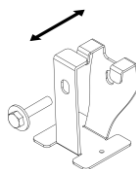

Рисунок 10 — Крепление трос.
5.9.3. Оденьте крепления на трос. При необходимости разведите лепестки крепления (см. рисунок 10).